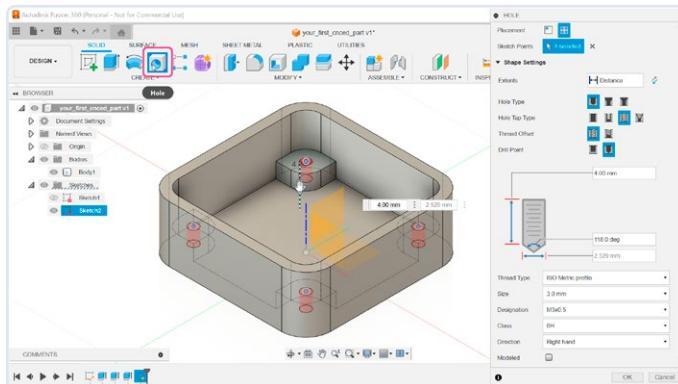

Figure 15. Définition de la profondeur et du type de filetage pour les trous.
15. Fermez le sketch, montrez *Body1* et sélectionnez l'outil *Hole* dans la barre d'outils. Cliquez sur les quatre points et confirmez le trou (figure 15). Dans les options, choisissez *Tapped* pour *Hole Type*, *ISO Metric profile* pour *Thread Type* et la taille devrait être de 3,0 mm. Quant à la profondeur, il ne faut pas que les trous soient traversants, donc, comme les supports sont extrudés de 6 mm au-dessus du plan de référence, une profondeur de 4 mm devrait être suffisante.